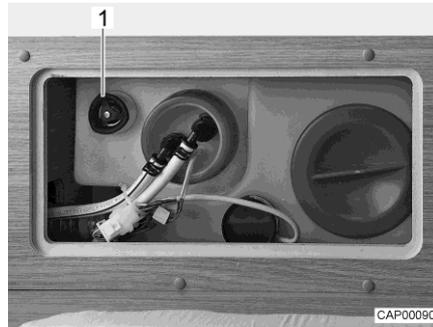

Fig. 124 Depósito de agua con tirador giratorio
- Girar el tirador giratorio (Fig. 124,1) del depósito de agua en sentido contrario a las agujas del reloj sobrepasando la resistencia, para abrir el orificio de salida completamente.